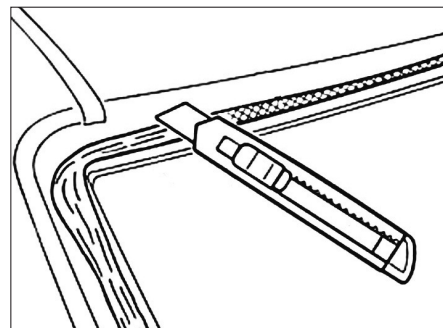

FIG. 3
- Araser le restant de colle sur la baie de pare-brise et sur le pare-brise en laissant entre 0,25 et 1 mm (Fig.3).